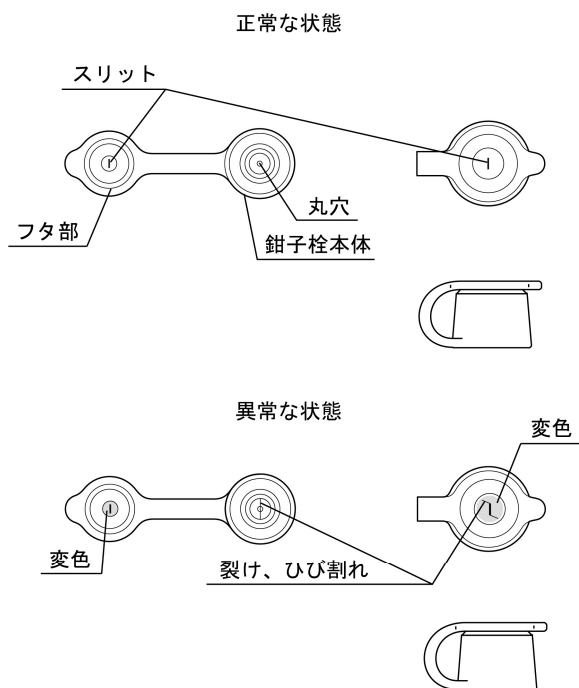

図 2
11. 鉗子栓のフタ部のスリットまたは鉗子栓本体の丸穴に裂け、ひび割れ、変形、変色などの異常がないことを目視で確認すること。（図 2 参照）